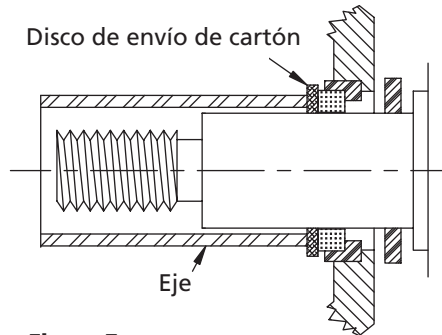
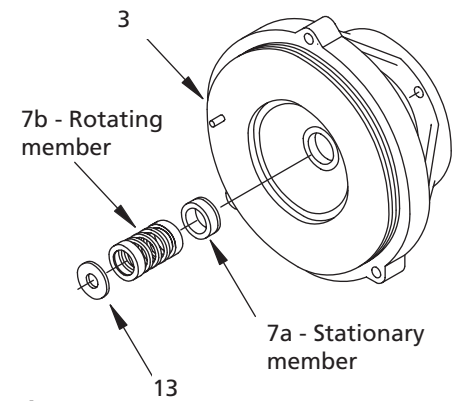

Figura 7
Figura 9
**Miembro estacionario** - El miembro estacionario (Ref. N ° 11) debe estar asentado de forma segura en el adaptador (Ref. 3) con la cara doblada hacia fuera. La cara sin doblar es marcada y correctamente montada al ser enviada. Estos sellos no deben ser lubricados ya que pueden producirse fugas. Si se requiere lubricación utilícese jabón líquido para lavar platos y agua. Si esto no se puede hacer con los dedos, utilice una manga, como se muestra en la Figura 7, introduciendo el disco de cartón de envío entre la manga y la cara doblada para evitar rayar la cara de sellado. (Ver Figura 9) A continuación, deseche el disco de cartón, una vez instalado el sello, que debe estar limpio y seco